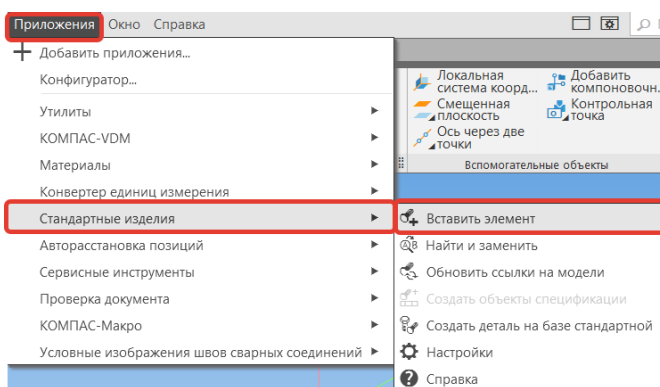

Рисунок 103 - Вызов команды стандартные изделия
- Вызовем команду «Стандартные изделия» (Рисунок 103);